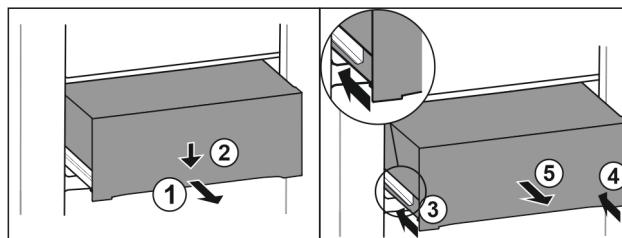

Fig. 154
- Schubfach halb herausziehen. Fig. 154 (1)
- Schubfach an der Vorderseite nach unten drücken. Fig. 154 (2)
- Linke Schiene etwa 2 cm einschieben. Fig. 154 (3)
- Rechte Schiene etwa 2 cm einschieben. Fig. 154 (4)
- Schubfach nach vorne entnehmen. Fig. 154 (5)